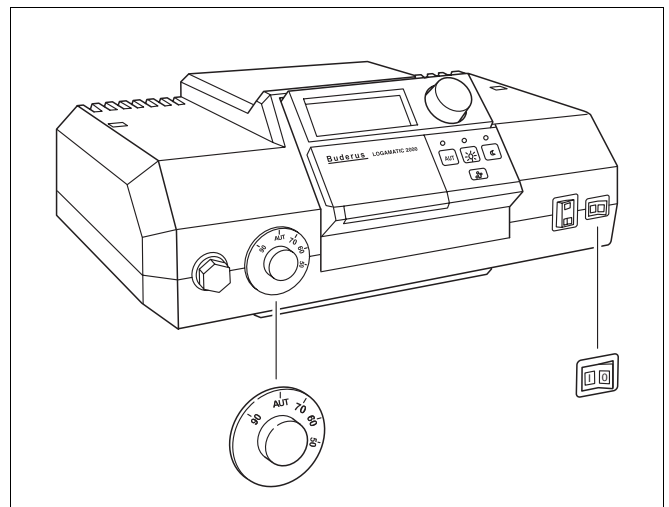

Fig. 2 Puesta en marcha del quemador
- Coloque el interruptor de servicio (Fig. 2) en la posición "I" (CON.).
- Coloque el termostato de la caldera (Fig. 2) en la posición "AUT" o bien en 80 °C. En caso de regulación constante, ajuste la temperatura deseada (min. 65 °C).
- Coloque el interruptor de servicio (Fig. 2) en la posición "0" (DESCON.).